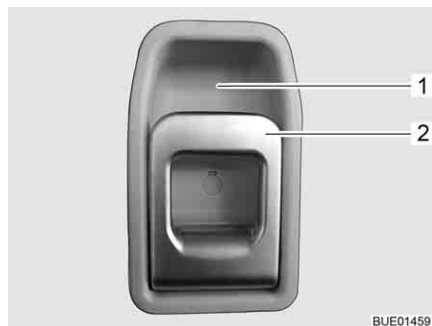

Bild 29 Türschloss Eingangstür, innen
- Am Griff (Bild 29,2) ziehen. Das Türschloss wird entriegelt.
- Den Griff (Bild 29,2) oben in Richtung Griffschale (Bild 29,1) drücken.